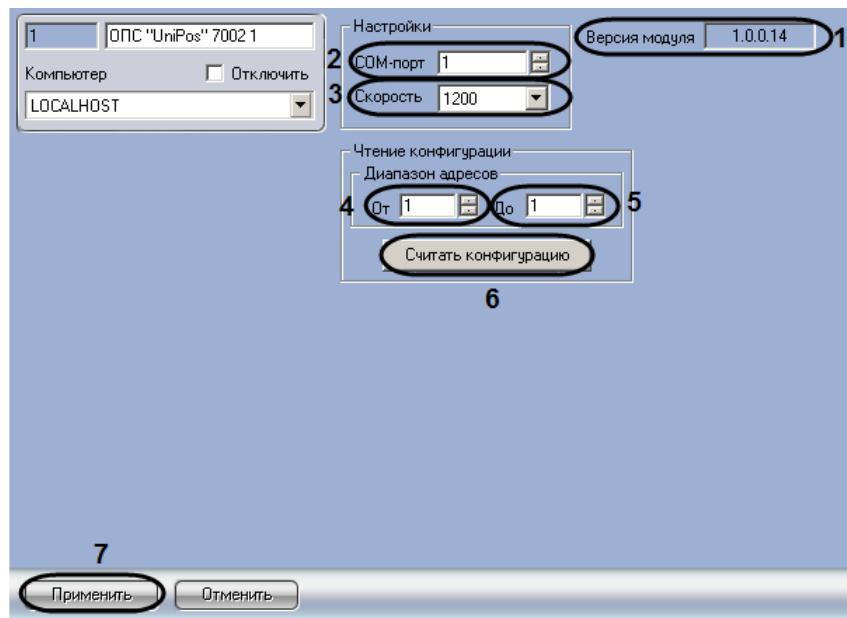

Рис. 3.2-2 Задание параметров системы ОПС Unipos
1. Перейти на панель настройки объекта **ОПС “Unipos” 7002** (Рис. 3.2-2).
Примечание. В поле **Версия модуля** отображается версия модуля интеграции Unipos (см. Рис. 3.2-2).
2. В поле **СОМ-порт** ввести с помощью кнопок **вверх-вниз** номер СОМ-порта Сервера *Интеллеккт*, используемого для подключения к *ОПС Unipos* через выбранную пожароизвещательную станцию *IFS7002* (см. Рис. 3.2-2, 2).
3. Из раскрывающегося списка **Скорость** выбрать скорость передачи данных по протоколу RS232 между Сервером *Интеллеккт* и подключенной пожароизвещательной станцией *IFS7002* (см. Рис. 3.2-2, 3).
4. Считать конфигурацию предварительно инициализированной системы *ОПС Unipos*. Для этого ввести с помощью кнопок **вверх-вниз** в поля **От** и **До** диапазон адресов компонентов *ОПС Unipos* (см. Рис. 3.2-2, 4-5).
5. Нажать кнопку **Считать конфигурацию** (см. Рис. 3.2-2, 6).
7. Для сохранения внесенных изменений нажать кнопку **Применить** (см. Рис. 3.2-2, 7).